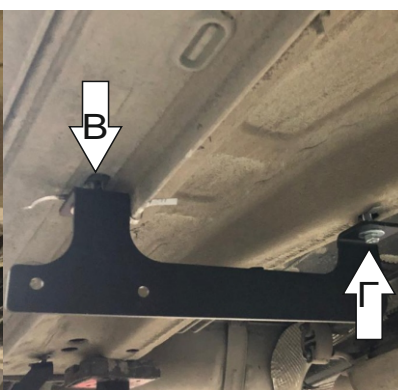

Рис. 3
3. Установить средний кронштейн к установленным гайкам закладным используя болты M8x25 с шайбой 8 и шайбой 8 гр. (В), и M10x25 с шайбой 8 и шайбой 8 гр. (Г). (Рис. 3)